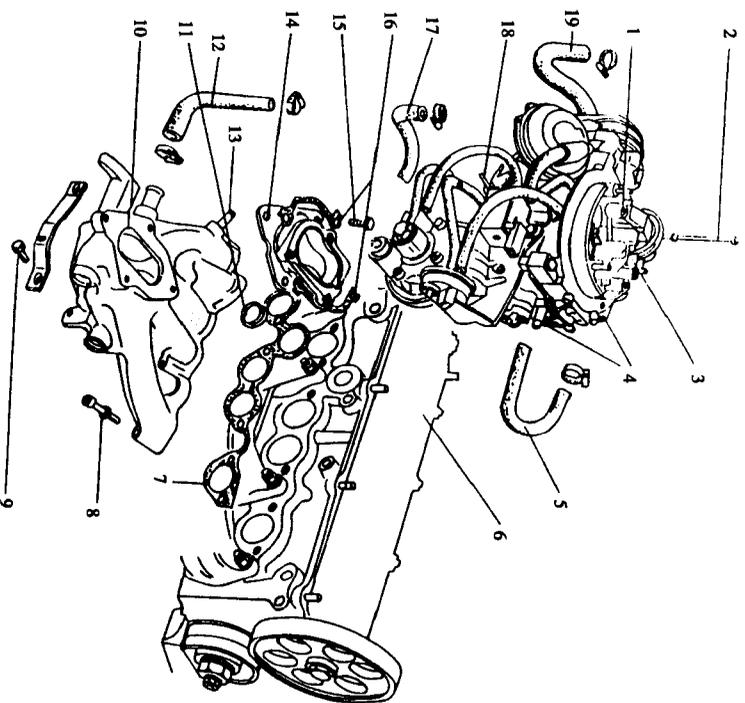

图 1-10 化油器及进气歧管的拆卸
- (2) 如图 1-10 所示, 拆下各管路, 弄直锁止片 16, 旋下螺栓 15, 取下化油器。拆下水管 12、真空管, 旋下螺栓 8, 取下进气歧管 10。